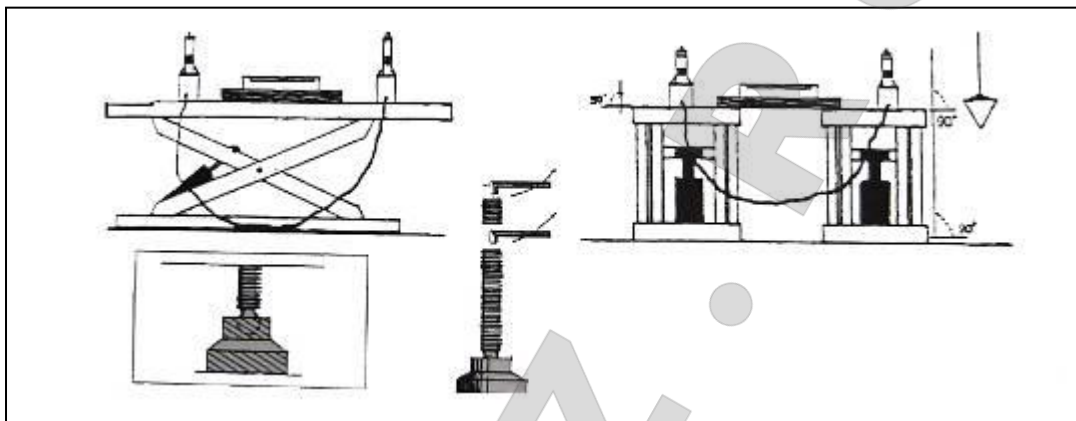

Рис. 42
- Необходимо проверить установку левой и правой платформ подъемника с помощью измерительного уровня (рис. 42).